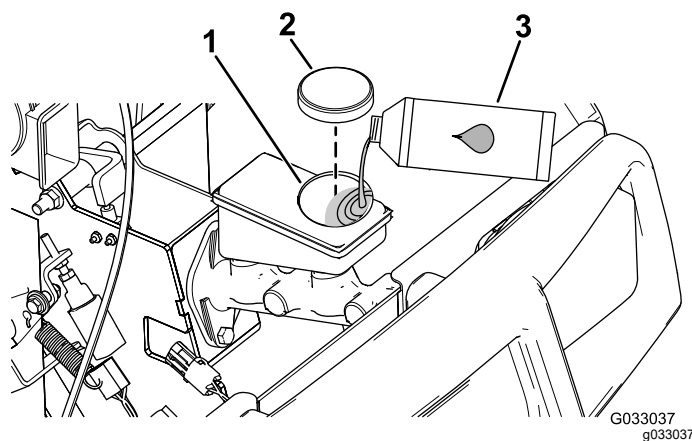

図 17
2. フードを持ち上げてブレーキのマスターシリンダとブレーキ液タンクにアクセスできるようにする 図 17。
- A. ウェスでタンクのキャップの周囲をきれいに拭いてキャップ外す 図 17。
- C. タンクにキャップを取り付ける 図 17。